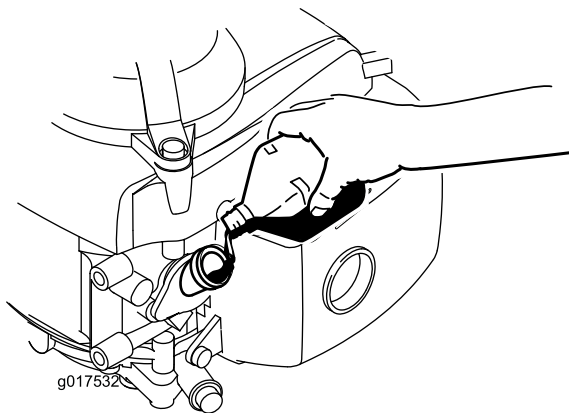

Figura 6
3. **Lentamente** deite óleo no orifício de enchimento do óleo, aguarde 3 minutos e verifique o nível do óleo na vareta ao limpar a vareta e, depois, introduza, **mas sem a apertar**, a tampa no orifício de enchimento do óleo (Figura 6).